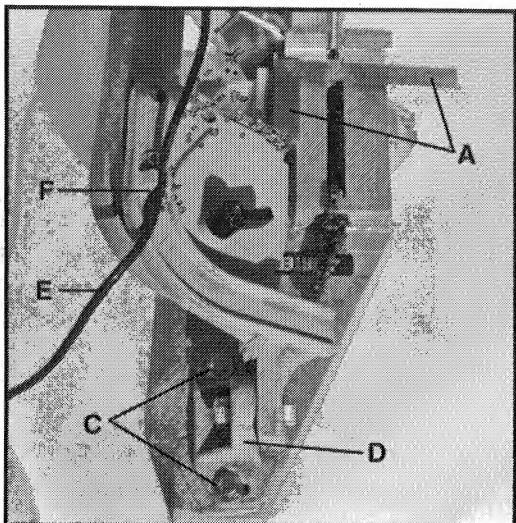

Fig. 9
2. Con el brazo de la sierra en la posición hacia abajo, coloque una escuadra (A), Fig. 9, contra el tope-guía y la hoja de sierra y asegúrese de que la hoja esté a 90 grados respecto al tope-guía estacionario (B). Si es necesario realizar algún ajuste, afloje ligeramente los dos pernos (C) y gire el conjunto de bisagra (D) sobre la base hasta que la hoja esté a 90 grados respecto al tope-guía (B). Luego, apriete los dos tornillos (C).
5. Pase el conjunto del cable de alimentación (E) sobre la parte superior de la sierra e intodúzcalo en la ranura (F) del brazo de la manera que se muestra en la Fig. 9.